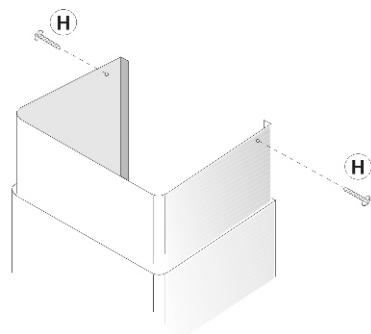

Рис.12
5c – Провести электропитание вентиляционного колпака при помощи шнура питания. Установить выдвижные трубы с опором на вентиляционном колпаке. Поднимите верхнюю трубу до потолка и закрепите ее 2 шурупами (H) – рис. 12.
- Создайте электрическое подключение вентиляционного колпака при помощи кабеля питания. Вставьте выдвижные трубы с опором на вентиляционный колпак. Поднимите верхнюю трубу к потолку, и закрепите ее 2 шурупами H (рис. 12).